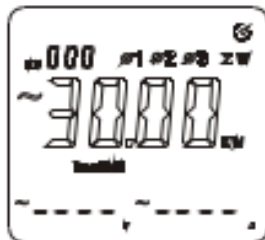

Figura 7-7
- Como muestra la figura 7-7, la potencia activa total de las tres fases puede ser mostrada presionando la tecla “SELECT”.